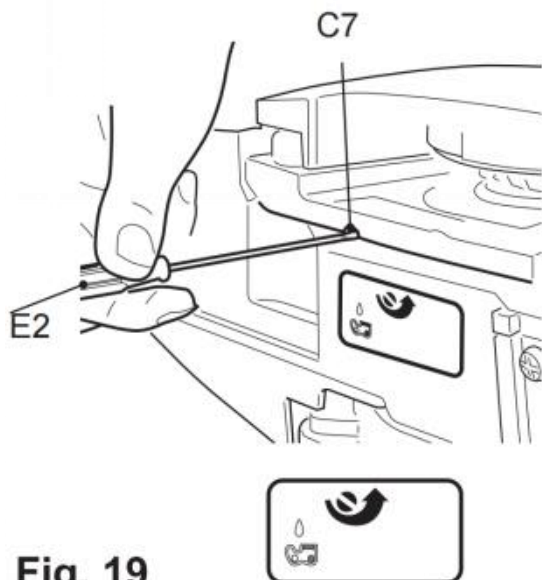

Fig. 19
- 4) Draai de stelschroef (C7) van de oliespuit aan de onderkant van het product om de kettingoliestroom aan te passen met het multitool (E2) (Fig. 19).